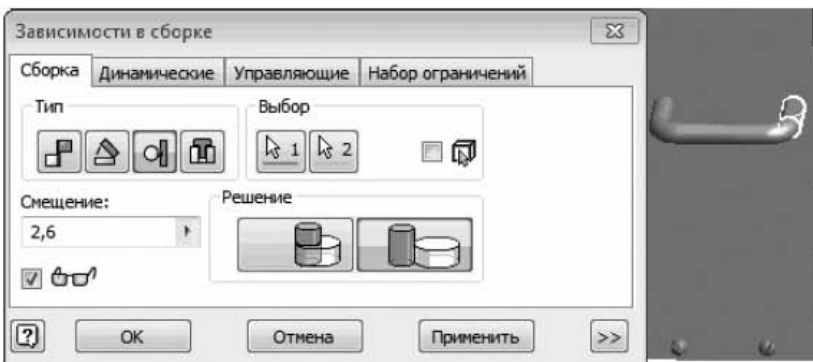

Рис. 9.74. Панель выбора и назначения сопряжений
5. Выберите команду ленты Сборка ▶ Позиция ▶ Зависимость . По умолчанию будет активно Совмещение. Отметьте торцевую плоскость ручки и лицевую плоскость ПП. Затем включите тип Касательность, укажите цилиндрическую часть ручки и кромку ПП, задайте Смещение 2,6 мм (рис. 9.74).